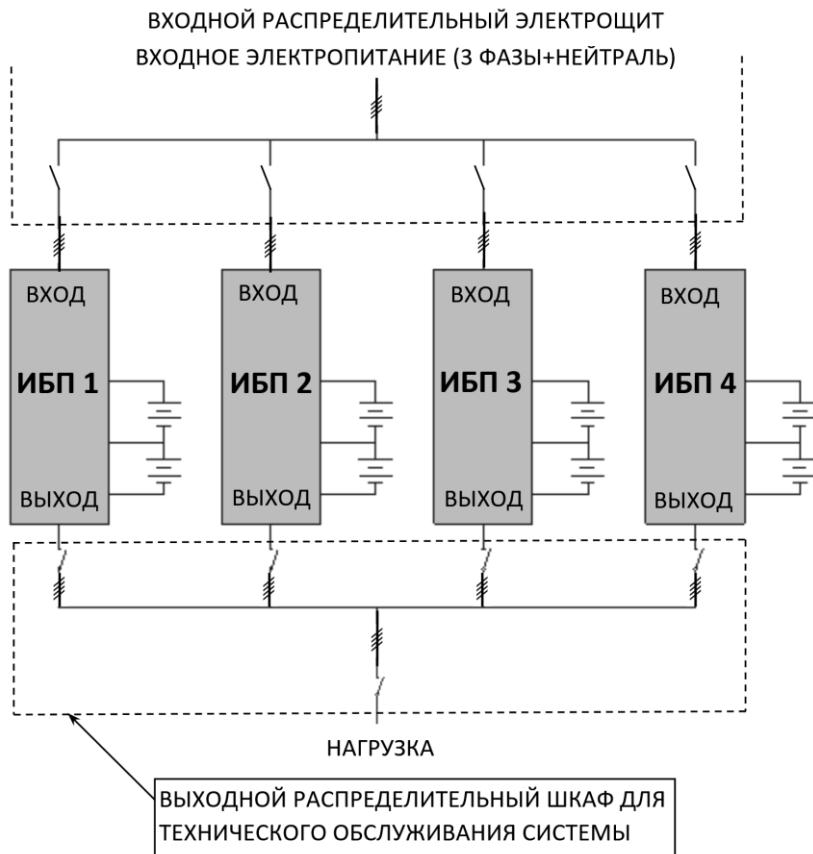

Рисунок 24 – Пример схемы подключения четырех изделий в систему параллельного резервирования с выходным распределительным шкафом.
Изделие имеет встроенный параллельный контроллер и может работать в системе бесперебойного питания с параллельным резервированием (см. рисунок 24 и рисунок 25). Целью такой системы является либо повышение надежности (резервирование), либо увеличение общей выходной мощности (масштабирование). При исправности всех соединенных параллельно изделий (от двух до четырех) нагрузка равномерно распределяется между ними, а в случае выхода из строя одного из изделий – перераспределяется между исправными изделиями, неисправное изделие отключается от системы.
<p style="text-align: center;">ВНИМАНИЕ!</p> <p>Установите дополнительные внешние выходные выключатели (см. рисунок 24) между выходными клеммами каждого изделия и общими шинами, тщательно соблюдая фазировку.</p>
- отключите входное сетевое питание каждого изделия. Убедитесь в том, что все внешние выключатели разомкнуты (см. рисунок 24);